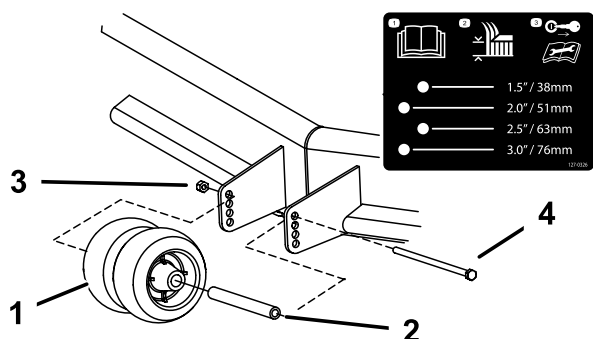

Figura 13
3. Regolate i rulli antistrappo come illustrato nella Figura 13.